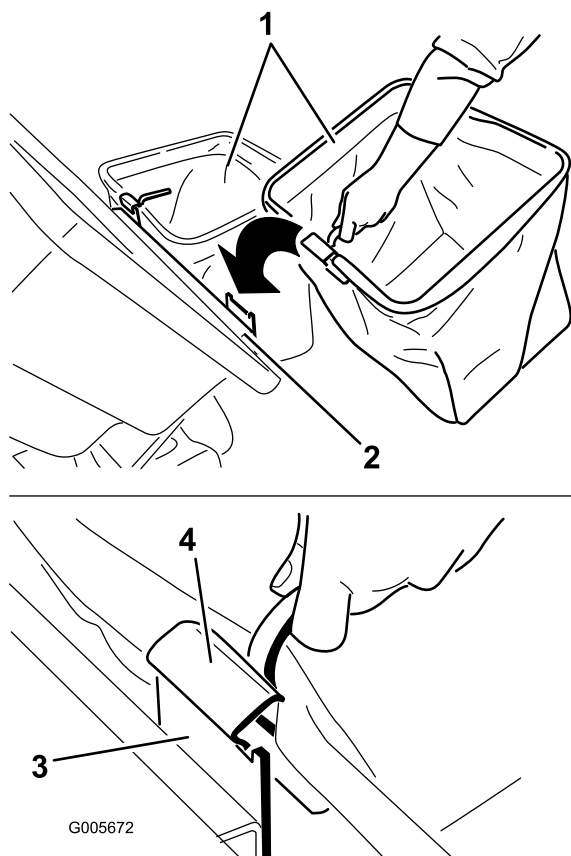

Figura 14
2. Levante la tapa del ensacador e instale las bolsas, colocando el enganche del bastidor de cada bolsa sobre los soportes de retención (Figura 14).